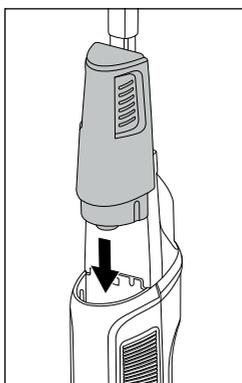

Fig. 11
- ◆ Capovolgere il contenitore dell'acqua pulita ❶ e spingerlo nuovamente nello scomparto situato in alto sul lato anteriore dell'apparecchio (vedere fig. 11).
- ◆ Spingere il contenitore dell'acqua pulita ❶ verso il basso lungo le scanalature dello scomparto finché il contenitore dell'acqua pulita ❶ non s'innesca udibilmente restando saldamente attaccato all'apparecchio.